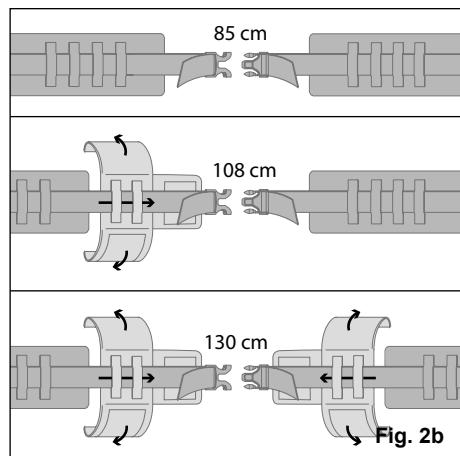

Fig. 2b
- Bei Bedarf Verlängerungen für den Hosenbund verwenden (Fig. 2b)